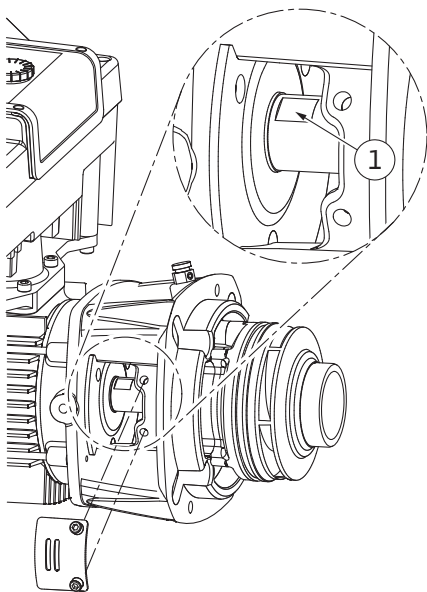

Fig. 105: Cheie fixată pe arbore
14. Introduceți o cheie fixă (deschidere 22 mm), în fereastra piesei intermediare și fixați arborele cu cheia (Fig. 105, Poz. 1). Deșurubați piulița rotorului (Fig. I, poz. 22). Rotorul hidraulic (Fig. I, Poz. 21) este extras automat de pe arbore.
3. Introduceți o cheie fixă (deschidere 22 mm), în fereastra piesei intermediare și fixați arborele cu cheia (Fig. 105, Poz. 1).
10. Introduceți o cheie fixă (deschidere 32 mm), în fereastra piesei intermediare (Fig. IV, Poz. 38) și fixați arborele cu cheia (Fig. 105, Poz. 1). Montați rotorul hidraulic cu șaiba(ele) suport și piulița. Strângeți piulița. Evitați deteriorarea etanșării mecanice prin înțepenire.